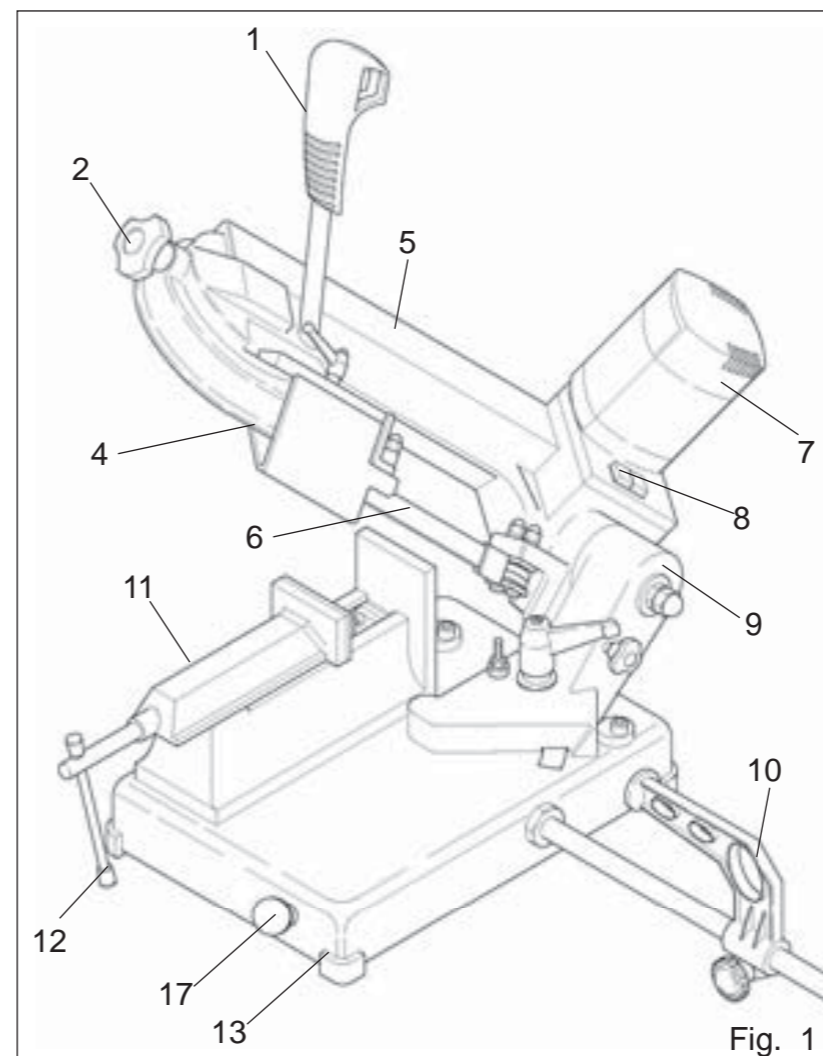

Fig. 1
4.2.3 USO COMO SERRA DE CORTE AUTÔNOMO ABS 105 (Fig. 1 - 10)
- a. Aperte a peça a cortar na morsa mediante a alavanca (12).
d. Com a mão direita, acione o botão (15) para iniciar o processo.
Em caso de necessidade, é possível interromper o funcionamento da máquina carregando no botão de emergência (17 - Fig.1).